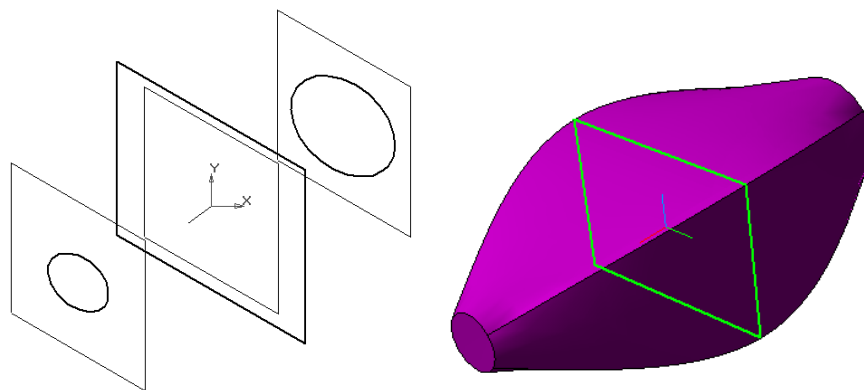

Рис. 77
- 4) **операция по сечениям** – построение трехмерного объекта по нескольким контурам (сечениям), плоскости которых расположены параллельно друг другу (рис. 77).